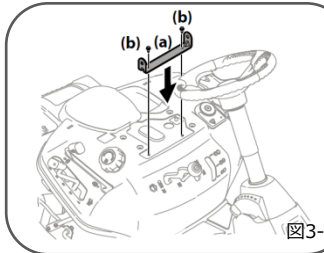

図3-7
3. シート取り付け金具 (a) を、ボルトを取り外した場所に合わせ、外したタッピングボルトで取り付けます。(図3-7参照)